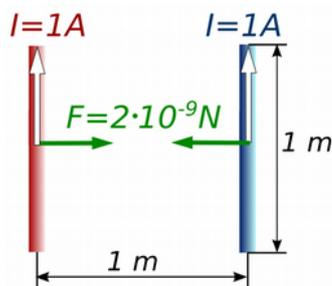

Fig. 133
*Ein Ampere ist die Stärke des zeitlich konstanten elektrischen Stromes, der im Vakuum zwischen zwei parallelen, unendlich langen, geraden Leitern und dem Abstand von 1 m zwischen diesen Leitern eine Kraft von  $2 \cdot 10^{-7}$  Newton pro Meter Leiterlänge hervorrufen würde. (Fig. 133)*